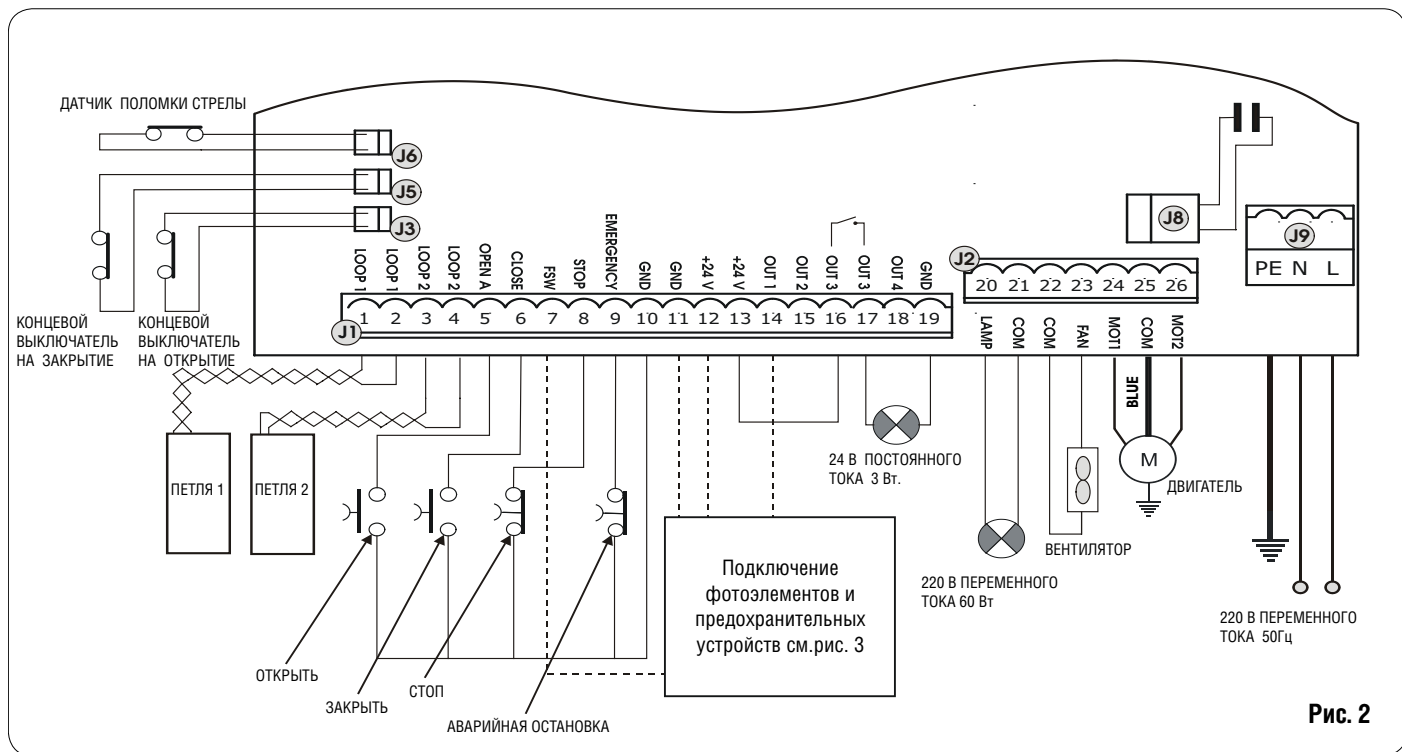

Рис. 2
- Подключать кабель заземления к клемме разъема J9 на блоке (см. рис. 2).
**4.3. ОПИСАНИЕ КЛЕМНОЙ КОЛОДКИ J2 - МОТОР, СИГНАЛЬНАЯ ЛАМПА И ВЕНТИЛЯТОР (РИС.2)**